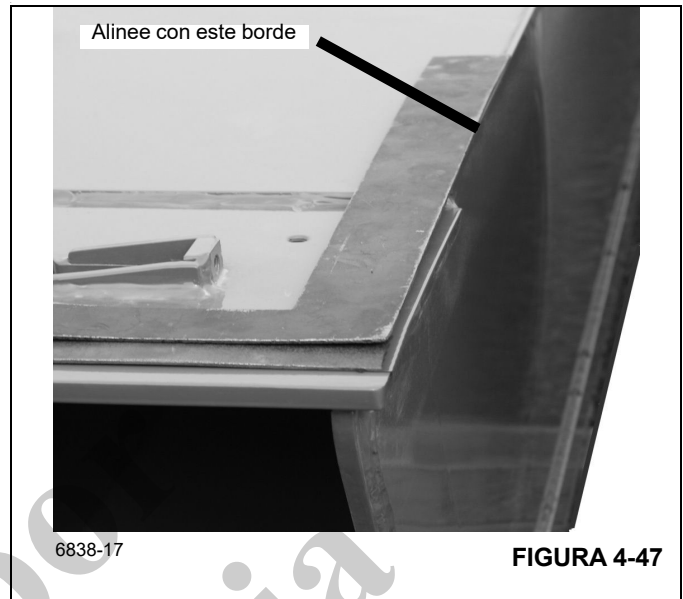

FIGURA 4-47
1. Alinee dos reglas con el **borde exterior de la sección de extremo** en la parte trasera de la sección (no en el miembro soldado de las almohadillas de desgaste). Las herramientas deberán extenderse más allá del ajuste de las almohadillas de desgaste, como se muestra en la (Figura 4-47).